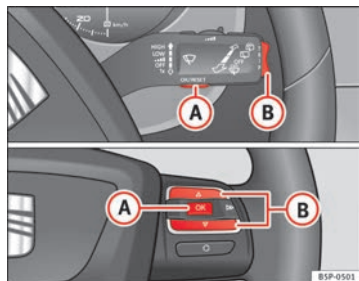

Fig. 39 Teclas basculantes A y B. Mandos en volante.
- Con el encendido conectado, pulse brevemente la tecla **⇒ fig. 39 A** de la palanca del limpiacristales para cambiar de una memoria a otra o pulse la tecla **A** de los mandos al volante **⇒ fig. 39**.